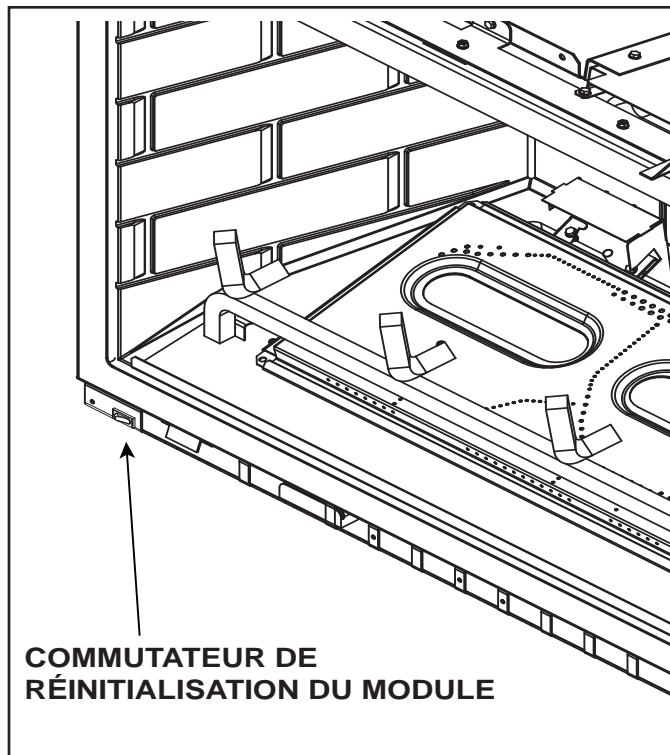

Figure 2.7. Commutateur de réinitialisation du module
- Localisez le commutateur de réinitialisation du module. (Voir figure 2.7).
- Attendez cinq (5) minutes afin de permettre le dégagement de tout gaz qui aurait pu s'accumuler.